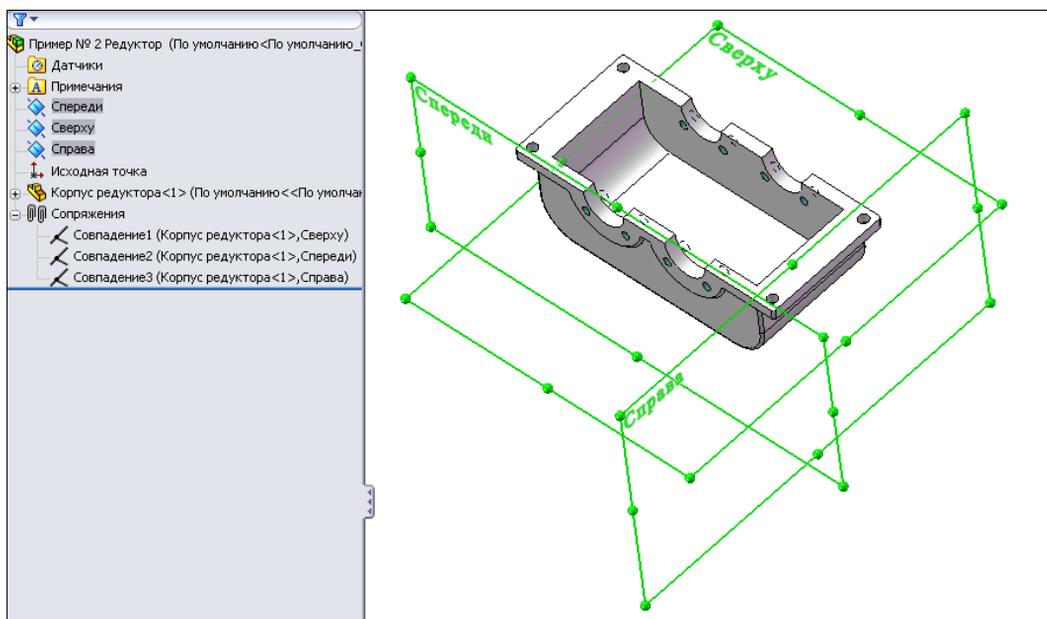

Рис. 6.28
5. Для того чтобы корпус редуктора сориентировать относительно плоскостей трехмерного пространства, зададим условия сопряжения: совпадение плоскости **Сверху** и днища корпуса (рис. 6.28), а также совпадение боковых поверхностей корпуса с плоскостями **Спереди** и **Справа**.